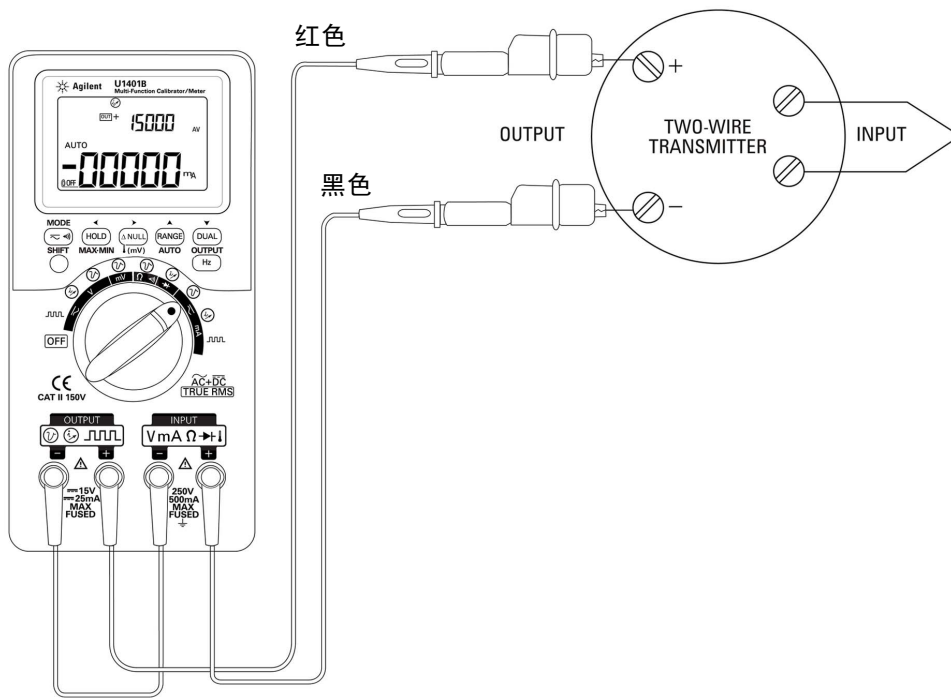

图 5-16 验证双线发射器
- 2 将红色弹簧夹引线从仪器的负极输出端子连接到双线发射器的正极输出端子。请参阅第 114 页上的图 5-16。